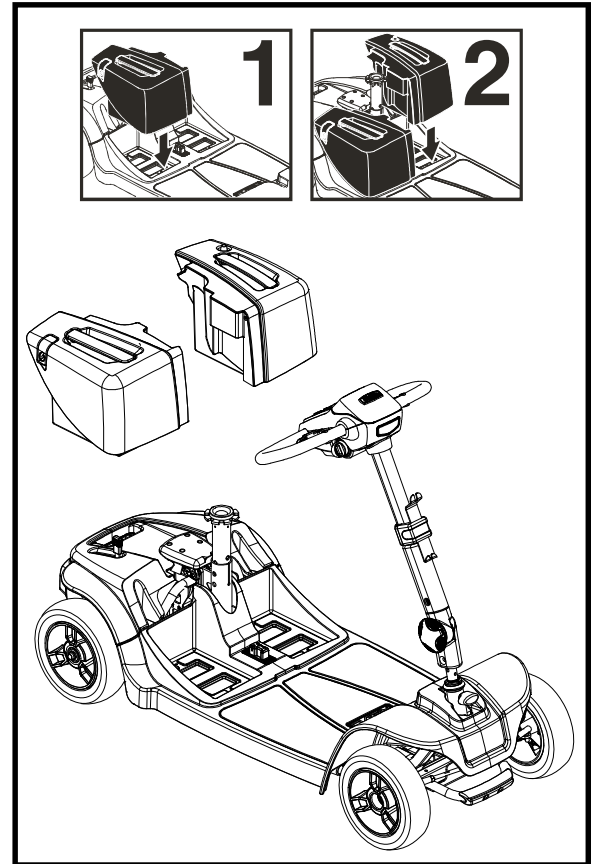

Abb. 25. Batteriebox Montage der Modelle 66 und 67
12. Installieren Sie die Akkus auf dem Elektromobils und setzen Sie die Akkupacks ein. Installieren Sie immer zuerst den Recht Akku. **Siehe Abb. 25.**